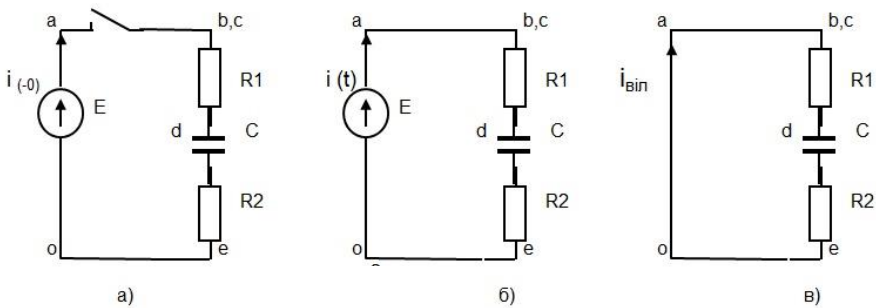

Рисунок 5.3 - Схема кола до та після комутації
Значення $i(t)$ визначається рішенням неоднорідного диференціального рівняння, що характеризує коло після комутації (див. рис. 5.3).
5.2.1.3 Запишемо рівняння (5.1) для схеми за рис. 5.3 б відповідно до другого закону Кірхгофа:
Вимушену складову напруги можна визначити за схеми за рис. 5.3 б при $t \rightarrow \infty$: